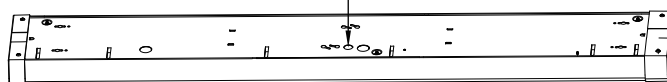

Figure 3
2. Utiliser un tournevis pour enfoncer une des entrées défonçables (Figure 3) et sortir les câbles du boîtier du luminaire.